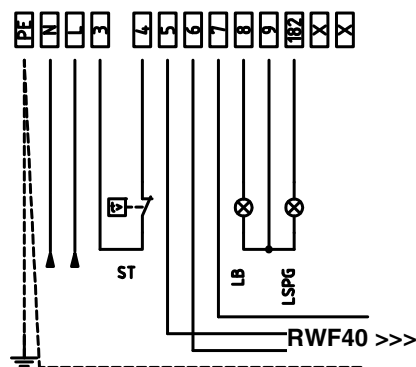

Рис. 21: Модулирующие горелки
3). В случае с модулирующими горелками, клеммы 5,6 и 7 клеммника MA горелки уже подсоединены с модулирующему регулятору (мод. **RWF 40**). С электрощита выходит 4-х полюсная вилка, предназначенная для подключения датчика температуры или давления (см. Рис. 21)